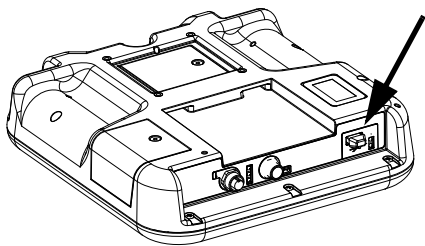

FIG. 3 : Puerto USB del controlador lógico de sistema
1. Inserte la unidad flash USB en el puerto USB. Consulte la FIG. 3 en la página 56.
3. Retire la unidad flash USB del puerto USB (BL).